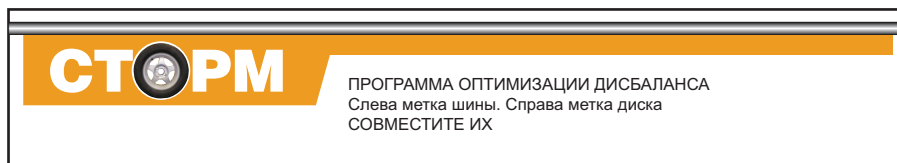

рис. 15.3
15.5. Запустите МБ. После остановки вала пояснительная надпись на экране монитора изменится (рис. 15.3).